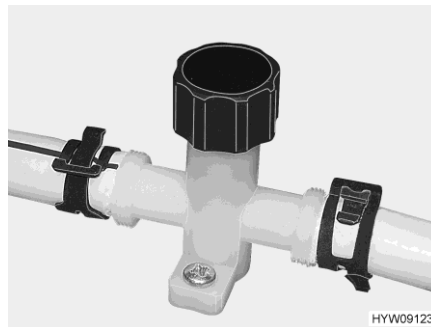
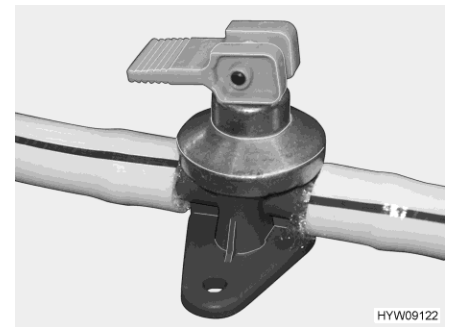

Bild 177 Ablasshahn (Wasserleitung)
Bild 178 Ablasshahn (Boiler Alde)
- Ablasshähne schließen. Dazu die Kappe (Bild 177) im Uhrzeigersinn drehen und den Kipphebel (Bild 178) waagrecht stellen.
- Ablasshähne öffnen. Dazu die Kappe (Bild 177) entgegen dem Uhrzeigersinn drehen und den Kipphebel (Bild 178) senkrecht stellen.